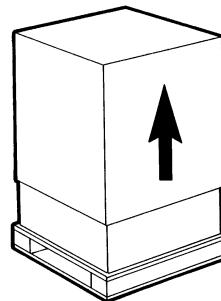

Fig. 1
a) Liberare l'apparecchio dall'imballo, quindi sfilarlo dall'alto (vedi fig. 1).